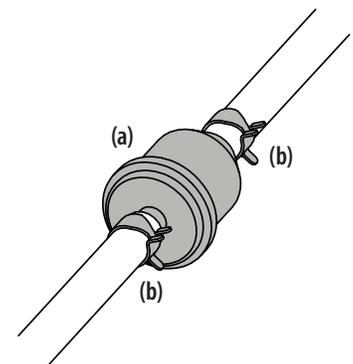

Figure 5-32
5. Pour retirer le filtre à carburant en ligne, utilisez des pinces pour serrer les pattes sur les colliers de serrage (b). Puis, faites glisser les colliers (b) pour les écarter du filtre à carburant (a). Tournez sur les conduits de carburant et tirez-les pour les retirer du filtre. Voir Figure 5-32.